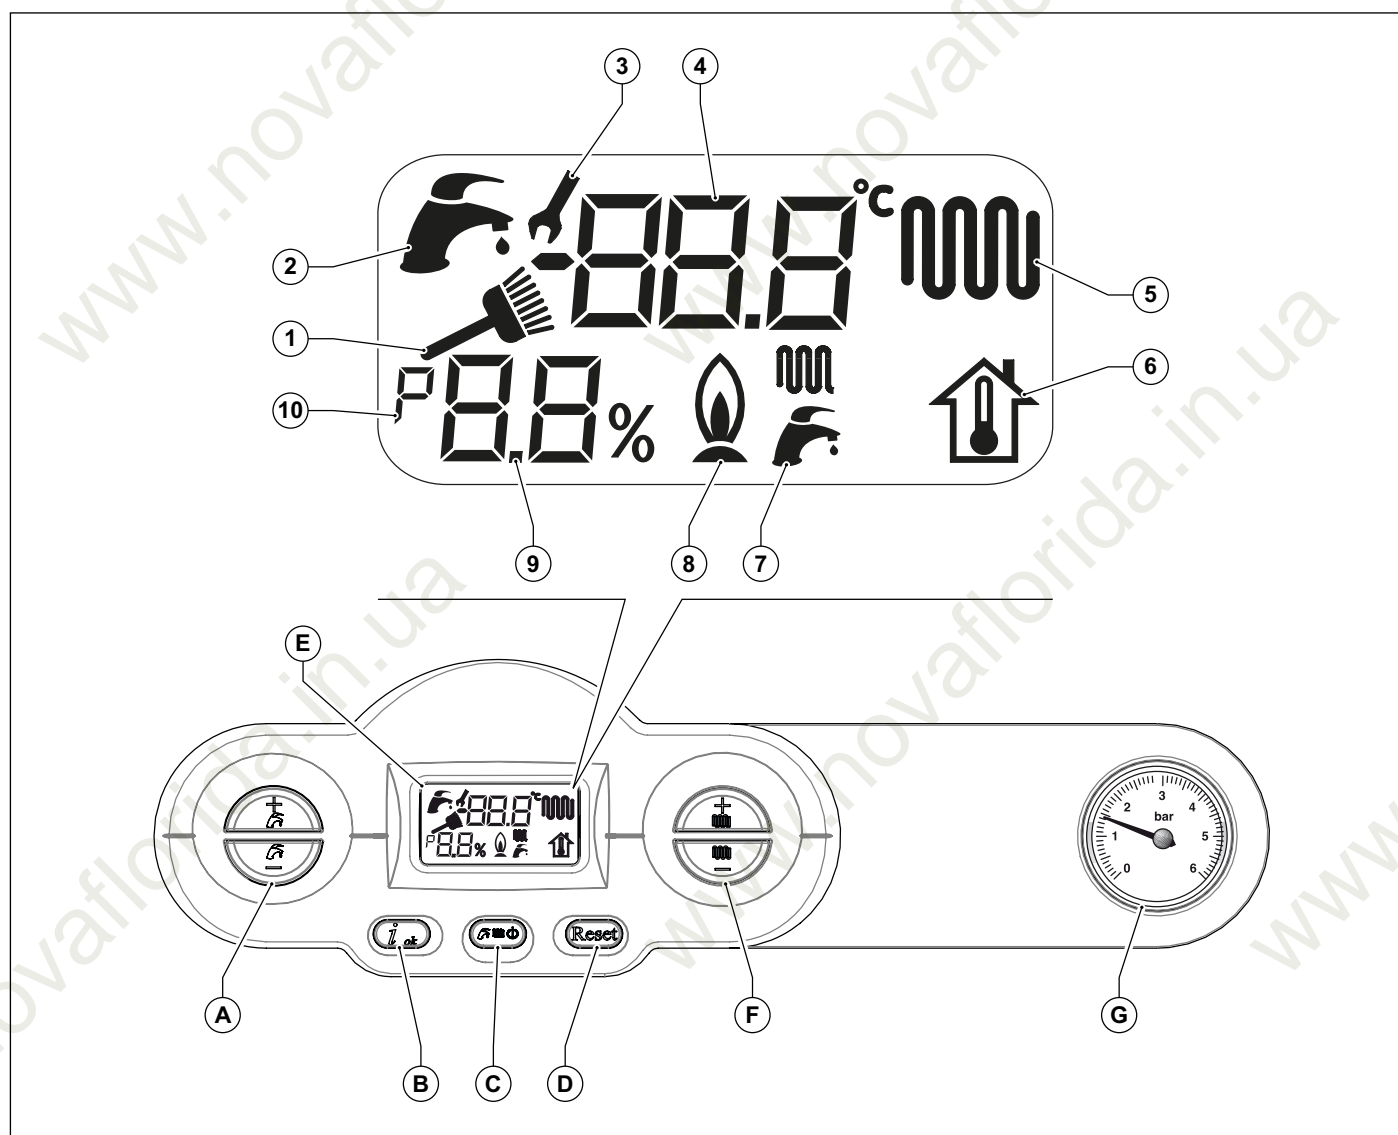

Рис. 1 Панель управления
- Выбрать режим работы котла: OFF, ЛЕТО, ЗИМА, ТОЛЬКО ОТОПЛЕНИЕ (см. кнопку С в Рис. 1 Панель управления на странице 8).